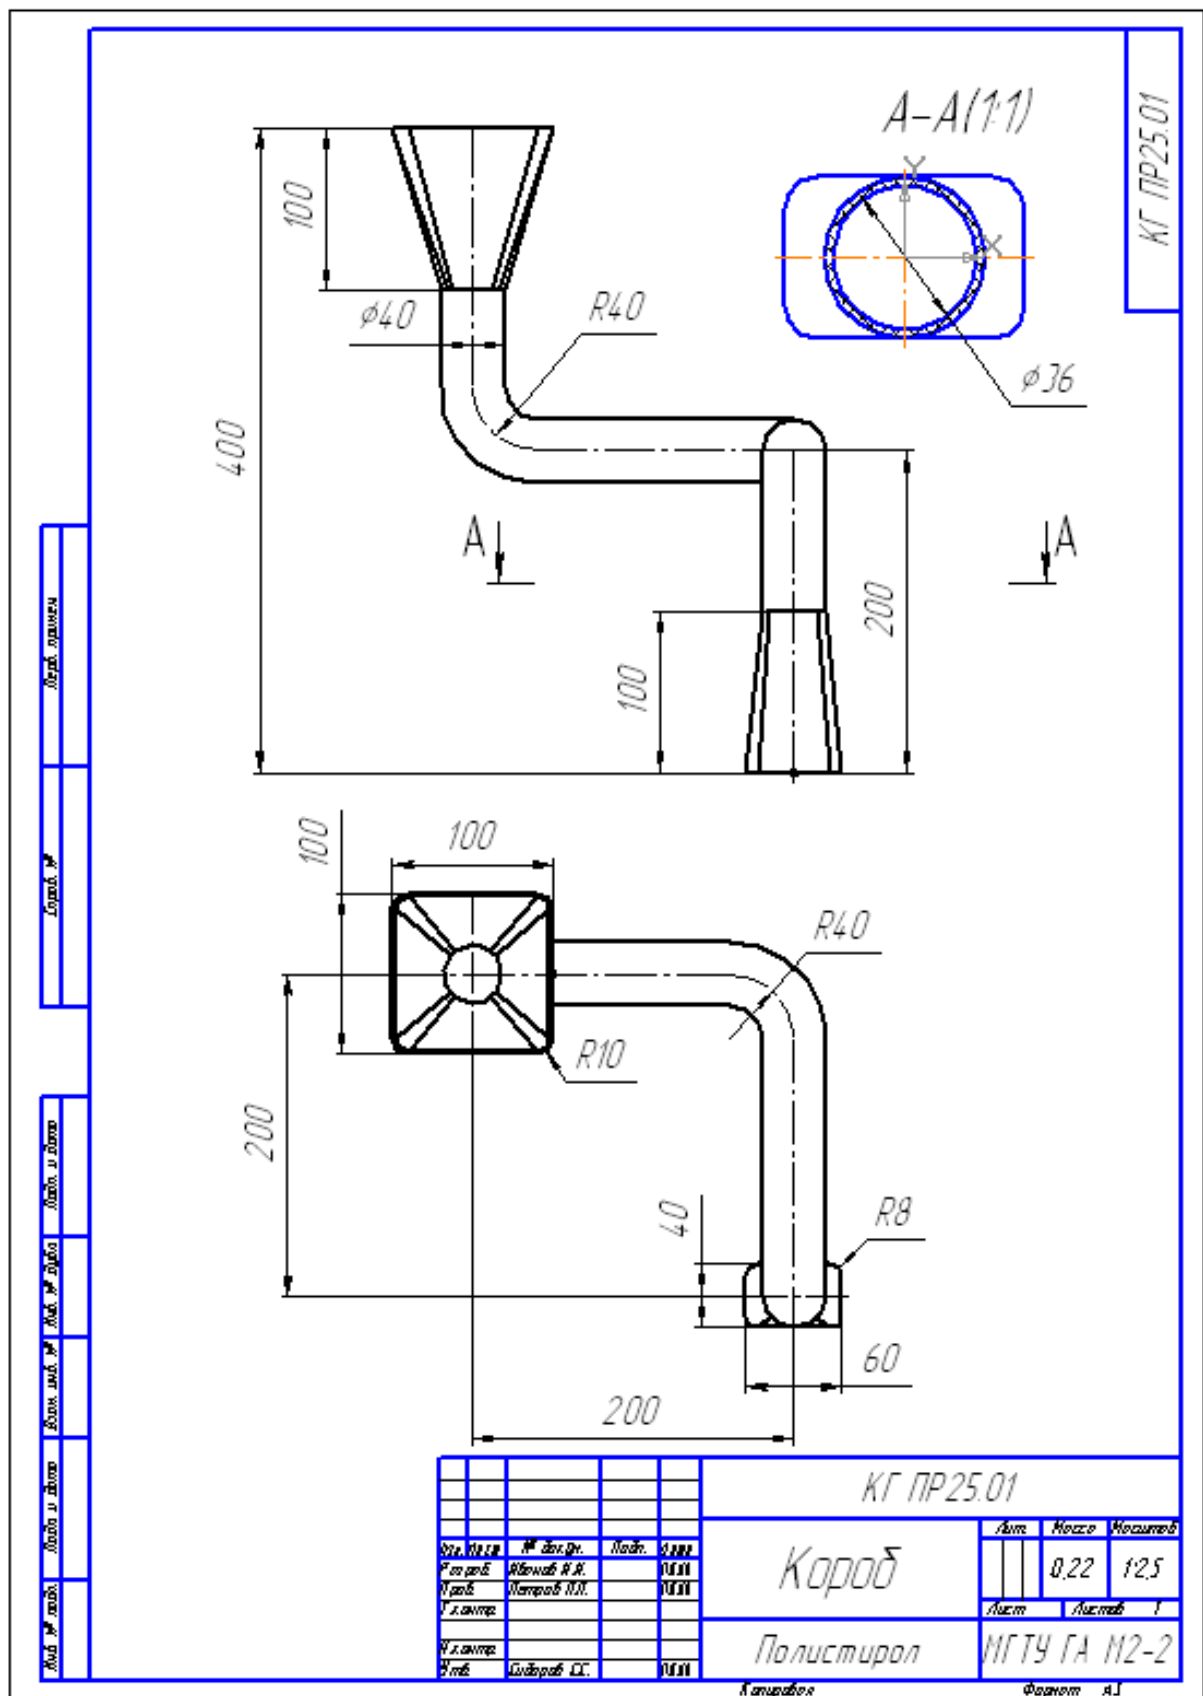

Рис. 15
6. Заполните свойства детали, рис. 15.